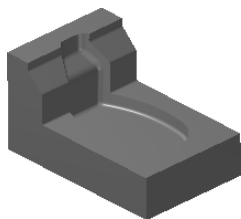

图 3.2 零件模型
Step1. 打开模型。选择文件 D:\mcx6.11\work\ch03\CARTEEN_BASE.MCX-6，系统进入加工环境，此时零件模型如图 3.2 所示。